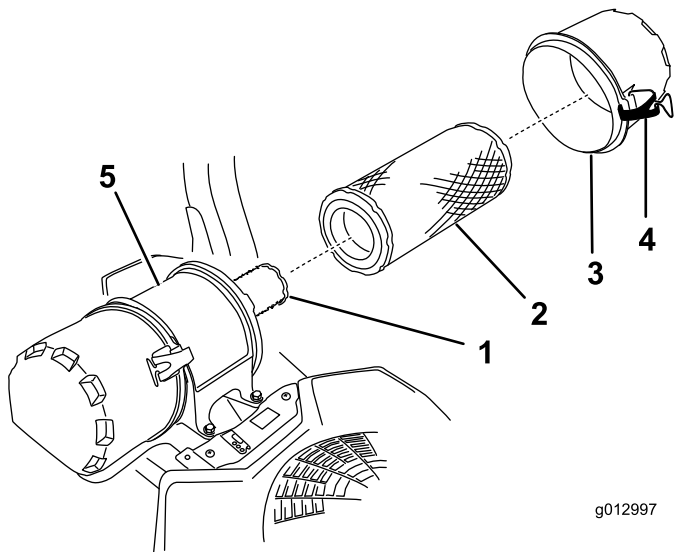

Figura 28
6. Liberte os trincos do filtro de ar e puxe a tampa para fora do corpo do filtro (Figura 28).
8. Deslize suavemente o filtro exterior para fora do corpo do filtro de ar (Figura 28).
2. Se substituir o filtro interior, empurre-o com cuidado para o corpo do filtro (Figura 28).
3. Deslize cuidadosamente o filtro exterior sobre o filtro de segurança (Figura 28).